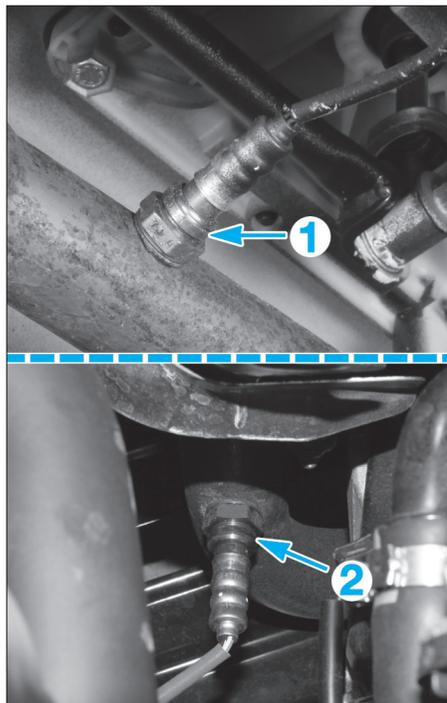

Fig. 19
Sondes Lambda à réchauffage électrique interne, montées en amont (1) et en aval (2) du catalyseur et au principe de fonctionnement identique (Fig.19).